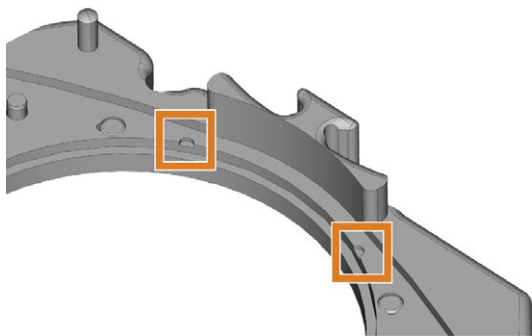

FIG. 34 APERTURE (IN ARANCIONE) DA ALLINEARE CON I SEGNI, PER UN RIMONTAGGIO PIÙ SICURO.
- g. Se il disco è stato contrassegnato per il rimontaggio, girarlo leggermente finché il segno non è allineato con le aperture corrispondenti (in arancione) nel telaio dei pezzi grezzi (↗ Fig. 34 sotto).